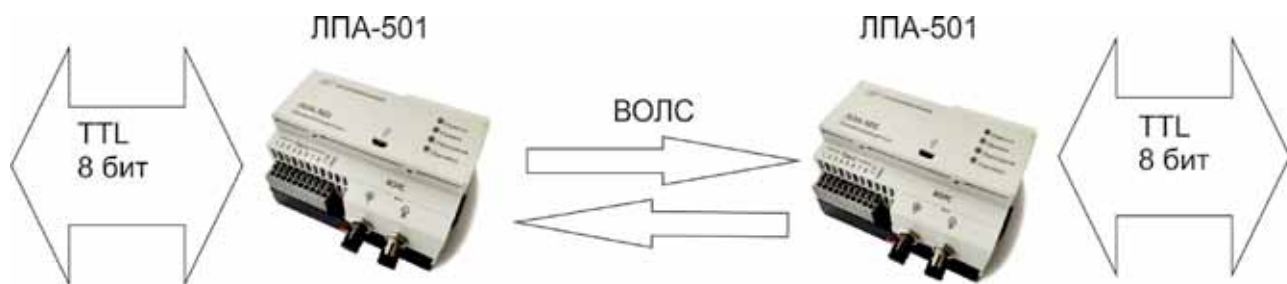

Рис. 3. Схема двунаправленной передачи 8 бит информации
- двунаправленная передача 8 бит информации (рис. 3). При двунаправленной передаче пользователь может выбирать исполнения с гальваническим разделением портов, если это требуется, или же свободное конфигурирование направления передачи портов, если гальваническое разделение не востребовано;